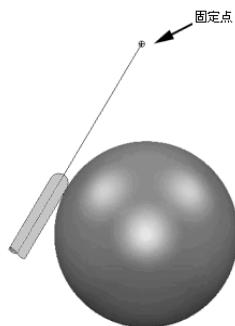

图 2-168 朝向点
(3) 朝向点 朝向点是指刀具刀尖总是指向固定点，即与铣床相连的刀具头部连续动作，而刀具刀尖保持相对静止，如图 2-168 所示。适合于加工型芯等凸型面，特别是带有陡峭凸壁、负角面的零件加工，而带有负角面的精加工往往使用投影精加工策略来计算刀具路径，因此多数情况下朝向点选项是配合点投影精加工策略一起使用的。